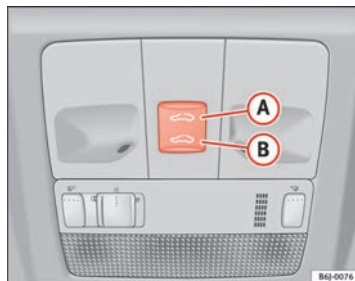

Fig. 54 Tettuccio panoramico / sollevabile
- Premere e tener premuto il pulsante **(B)** ⇒ fig. 54 ⇒ : il tettuccio compie il movimento di chiusura fino che si rilascia il pulsante.